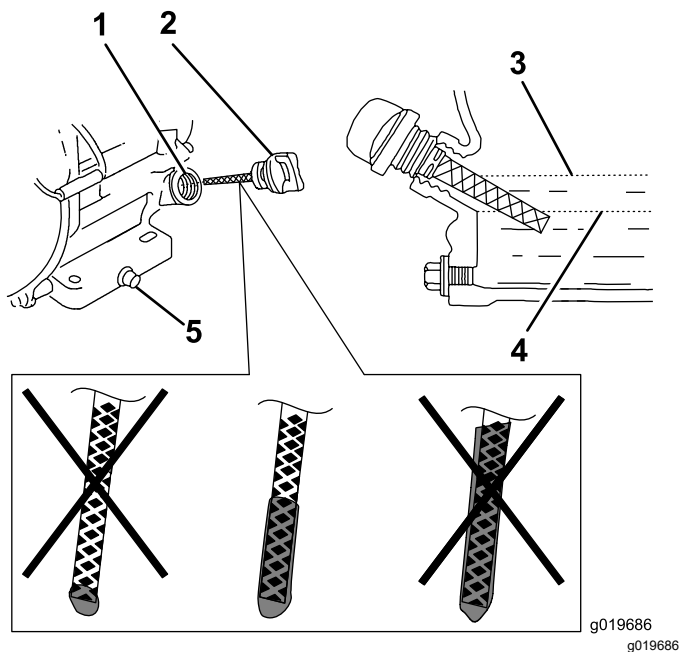

Figura 30
6. Remova a vareta de nível e verifique o nível de óleo do motor (Figura 30).